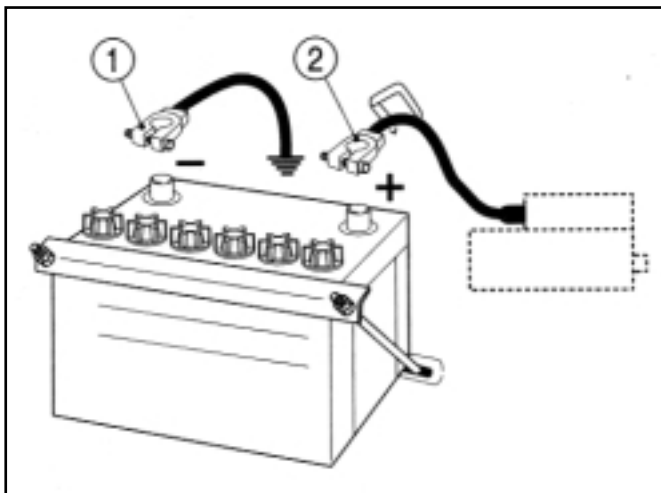

FIG. 130 / ABB. 130 / FIG. 130
La batterie est montée lors du montage du tracteur. Si vous devez enlever la batterie, déconnectez en premier lieu le câble négatif (-) (1) et puis le câble positif (+) (2). Desserrez et enlevez la boucle de fixation de la batterie en enlevez la batterie prudemment du tracteur (Fig. 130).
Traktoren werden mit Batterie ausgeliefert. Falls ein Batterieaustausch erforderlich wird, das Massekabel (-) (1) zuerst und dann erst das Pluskabel (+) (2) abklemmen. Den Haltebügel (Abb. 130) der Batterie abschrauben und die Batterie entfernen.
De tractoren worden met accu geleverd. Als het nodig mocht zijn om de accu te vervangen, maak dan eerst de negatieve (-) kabel (1) los en pas dan de positieve (+) kabel (2). Maak de bevestigingsklemmen los en haal de accu voorzichtig uit de tractor (Fig.130).